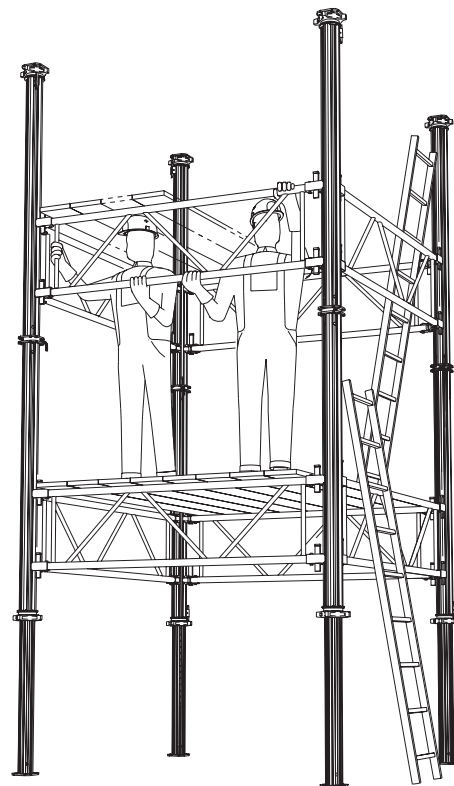

Fig. 39
- Monter støtter med indskudt inderrør. Træk dem først ud efter afstivning med hegn. **Fig. 39.**